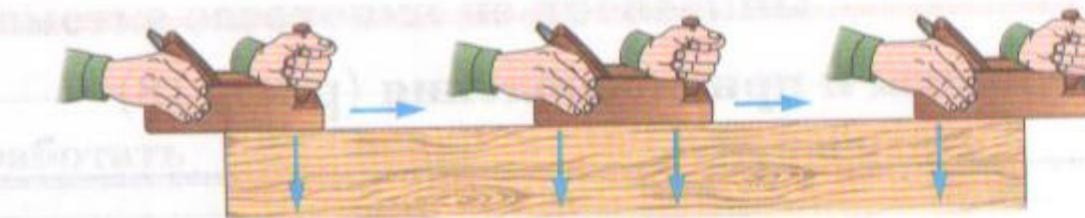

Рис. 115
5. При перемещении рубанка не касаться правой рукой заготовки, не держать пальцы близко к подошве инструмента. При строгании надо сначала сильнее нажимать на колодку левой рукой, потом усилия обеих рук уравновешивать, в конце – сильнее нажимать на колодку правой рукой (рис. 115).